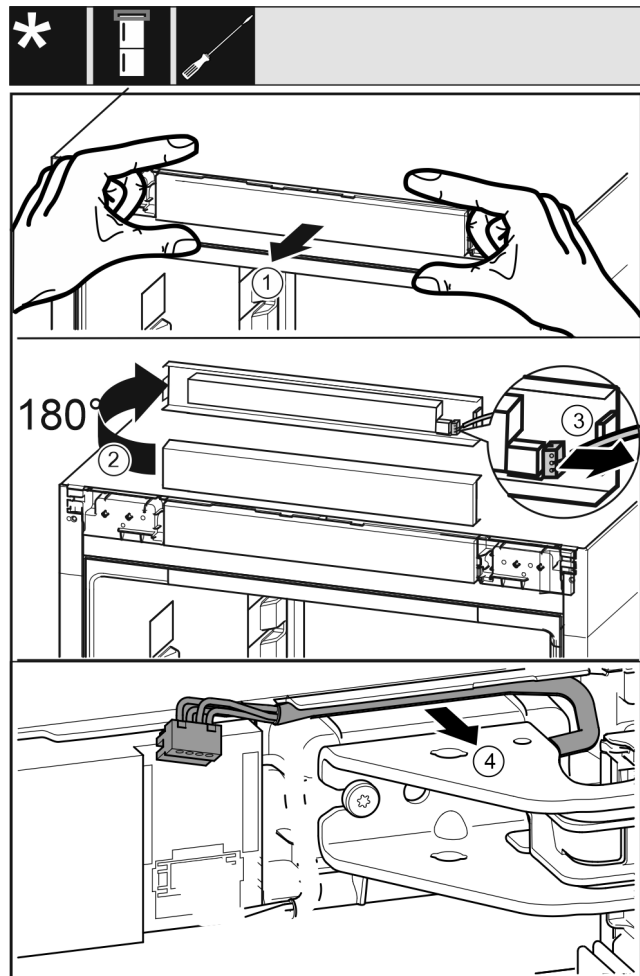

Fig. 18
- ▶ 小心地向前松开控制面板 Fig. 18 (1)。
- ▶ 将控制面板 Fig. 18 (2) 向上旋转 180°。
- ▶ 向后按住止动凸缘 Fig. 18 (3)，并小心地拉出插头。
- ▶ 将托架上方电缆 Fig. 18 (4) 小心地从导向装置上松开。